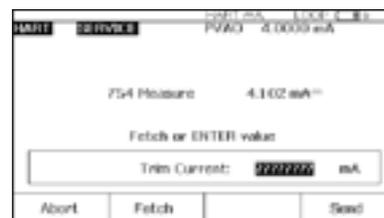

Figura 23.
5. Pulse la tecla programable **Adjust**, seleccione **Output Trim** y pulse **ENTER**. El valor de la variable primaria (PVAO) se encuentra en el ángulo superior derecho de la pantalla (Figura 23). Por lo general, es una señal de 4 mA. El valor real de mA, medido en tiempo real por el calibrador Fluke 754 aparecerá en el centro de la pantalla. Pulse la tecla programable **Fetch** para cargar el valor medido en mA. Pulse la tecla programable **Send** para enviar el valor al transmisor y ajustar la sección de salida para el valor de 4 mA. Pulse **Continue** para el ajuste de 20 mA y repita este paso.